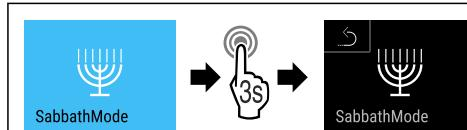

Fig. 13
- Провести етапи операцій (див. Fig. 13) .